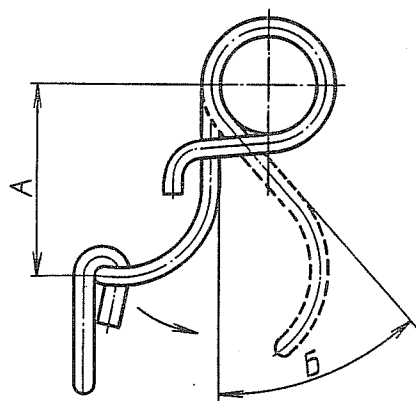

Рис. 125. Соединительная пружина пяты
2.3. Соединительная пружина пяты (рис. 125)